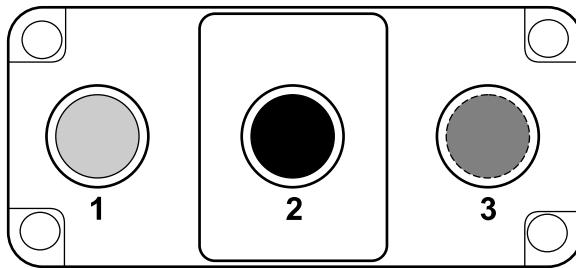
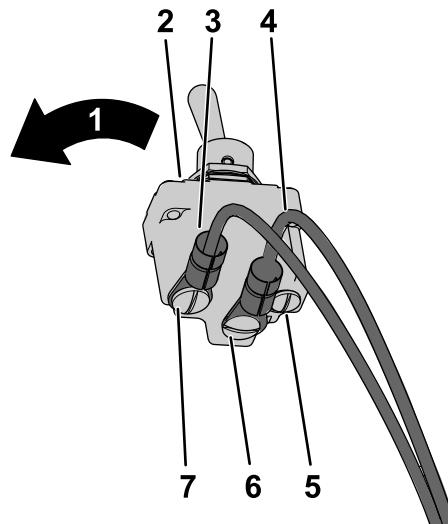

图 17
图 18
3. 确认开关端子位置、线束标签和线束颜色图 17。
注意 切换开关是弹簧加载到开关后部图 18。端子 1 与 2 之间的开关通常是开启的图 17。
4. 将标有旁路接合开关 2 的红色接线固定至超越控制开关中间的 2 号端子图 17 和图 18。
5. 将标有旁路接合开关 1 的灰色接线固定至超越控制开关后面的 1 号端子图 17 和图 18。